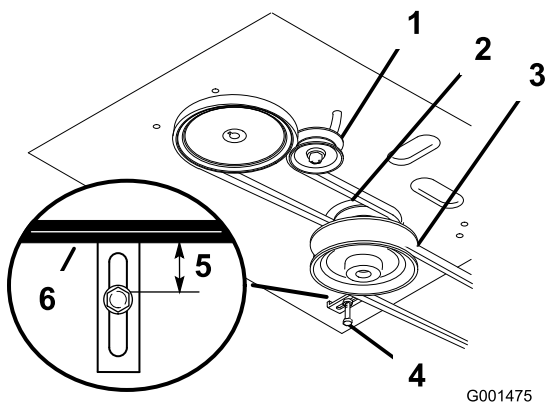

Figura 40
4. Retire la correa del cortacésped (Figura 40).
5. Afloje el perno de pivote lo suficiente para poder desplazar la polea tensora dentro de la ranura, y retire la correa de tracción de las poleas del motor y de la transmisión (Figura 40).
6. Instale la correa nueva alrededor de las poleas del motor y de la transmisión (Figura 40).
7. Desplace la polea tensora respecto al bastidor del motor para tensar la correa de tracción (Figura 40).
8. Instale la correa del cortacésped (Figura 40).
9. Compruebe que la guía de la correa, situada debajo del bastidor del motor, está ajustada correctamente (Figura 40).
13. Compruebe que la guía de la correa, situada debajo del bastidor del motor, está ajustada correctamente (Figura 40).